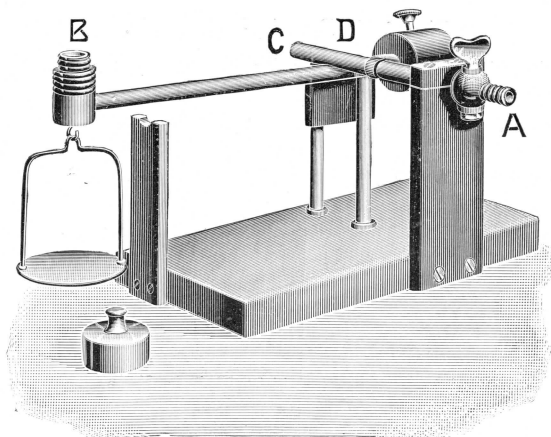

Fig. 22.
**Balance for the automatical.** (Fig. 22.)
**Balance servant à déterminer** (Fig. 22.)